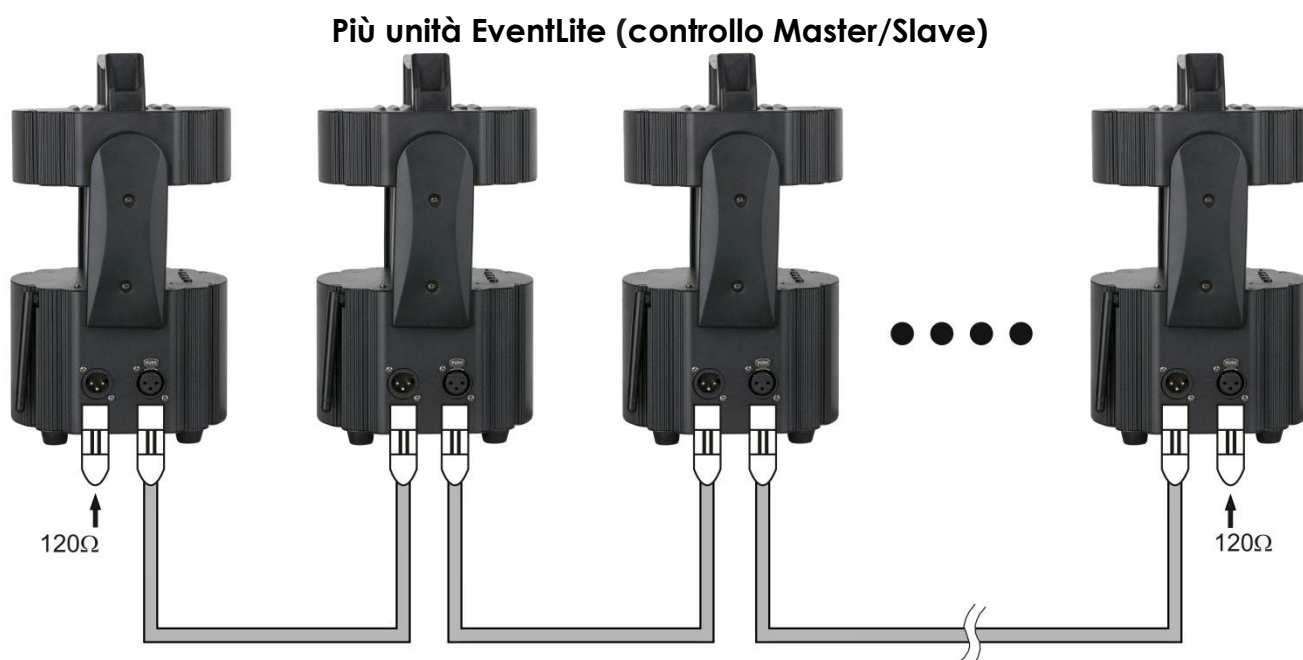

Fig. 5
3. Collegare le unità come indicato nella (Fig. 5). Collegare un cavo di segnale DMX dall'uscita "out" del primo dispositivo DMX alla presa "in" della seconda unità. Ripetere questo processo fino a collegare la seconda, la terza e la quarta unità. Sarà possibile usare le stesse funzioni sul dispositivo master di quelle descritte a pagina 16 (Colori statici, Funzionamento automatico, Programmi integrati, o Controllo da audio). Ciò significa che sul dispositivo master sarà possibile impostare la Modalità di funzionamento desiderata e che tutti i dispositivi slave risponderanno esattamente come il dispositivo master.